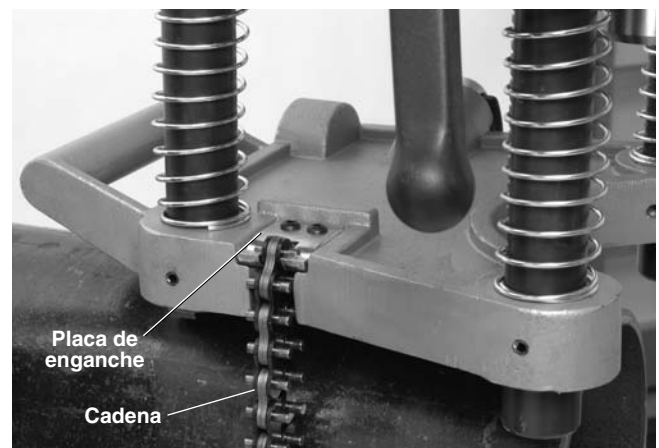

Figura 5 – Enganche de la cadena de la HC-450
3. Mantenga en todo momento por lo menos una de sus manos sobre la Perforadora, con el fin de estabilizar y guiarla. Tome el extremo de la cadena y cíñala alrededor del tubo. Enganche el pasador de cadena más cercano en la placa de enganche y apriete el mango giratorio para sujetar la Perforadora al tubo (vea la Figura 5).